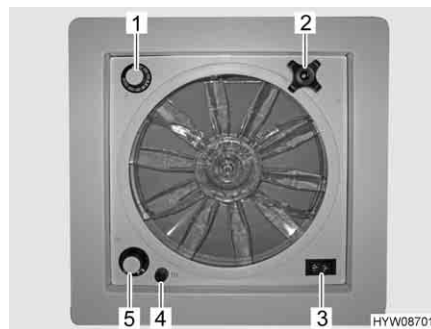

Fig. 68 Oblò con ventilatore
- ▷ Un fusibile da 4 A (Fig. 68,4) protegge da sovraccarico il motore del ventilatore. Se si verifica un sovraccarico: Individuare per prima cosa la causa (ad es. il ventilatore è sporco), poi sostituire il fusibile.
- Apertura oblò:* ■ Ruotare la maniglia girevole (Fig. 68,2), finché non si raggiunge l'angolo di apertura desiderato.
- Aerazione/sfiato:* ■ Portare l'interruttore a levetta (Fig. 68,3) su "Aerazione" (flusso d'aria dall'esterno verso l'interno) o "Sfiato" (flusso d'aria dall'interno verso l'esterno).
- Portare l'interruttore a levetta (Fig. 68,3) sulla posizione centrale.
- Posizionare l'interruttore girevole (Fig. 68,5) sul grado desiderato:
- Ruotare il termostato (Fig. 68,1) fino alla battuta in direzione "blu".